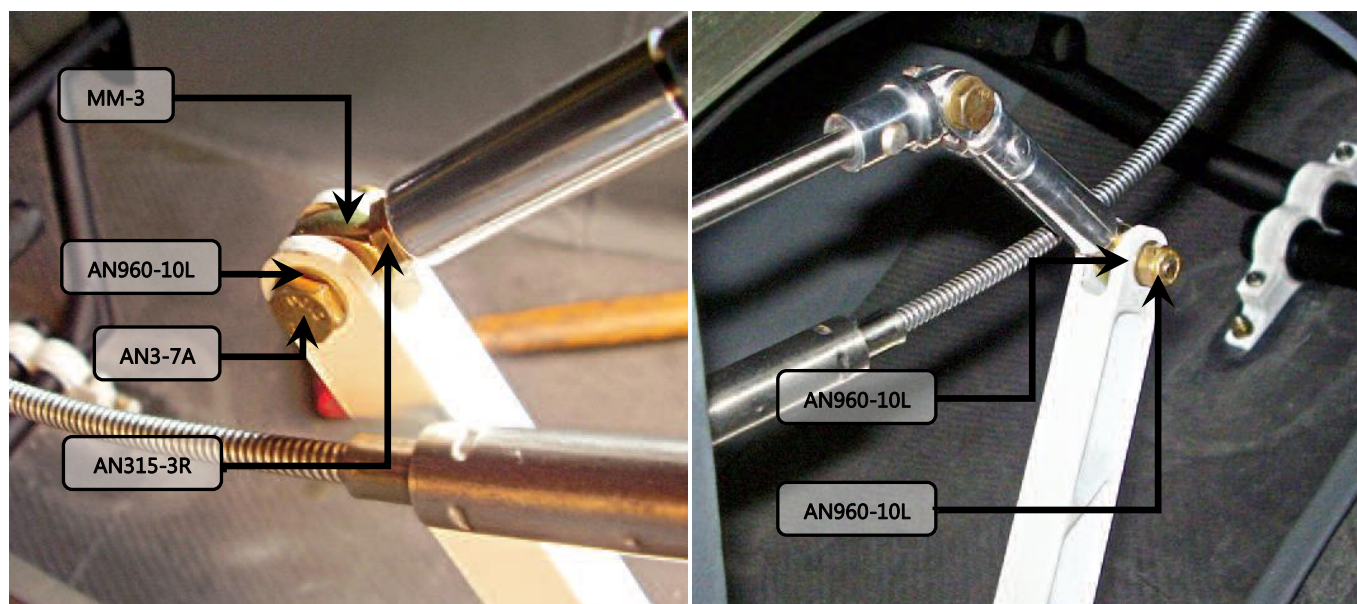

Figura 32.40.72 – Fixação da rotula na alavanca de freio.
17. Instalar o parafuso AN3-7A que fixa a rotula ao terminal 1 da alavanca de freio, ver figura 32.40.72.
18. Instalar, com o torquimetro e cachimbo de 3/8" e a chave de boca de 3/8", a porca AN365-1032 no parafuso AN3-7A instalado no item anterior, conforme figura 32.40.72. Aplicar o torque recomendado pela tabela 1;